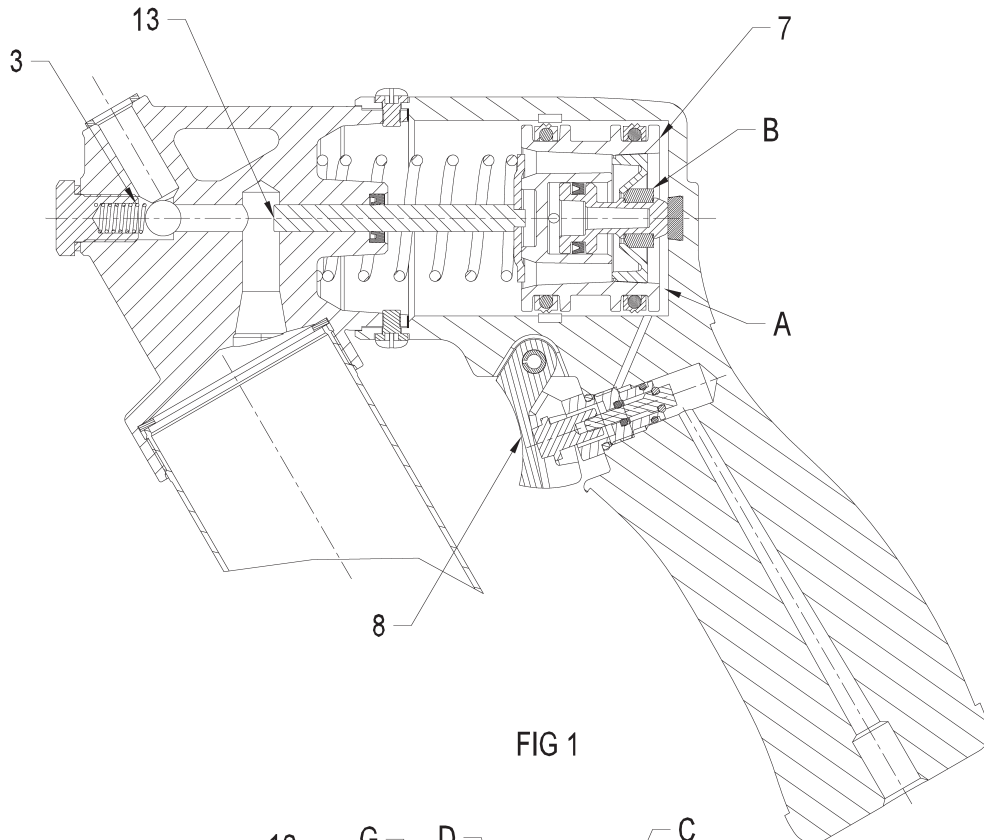
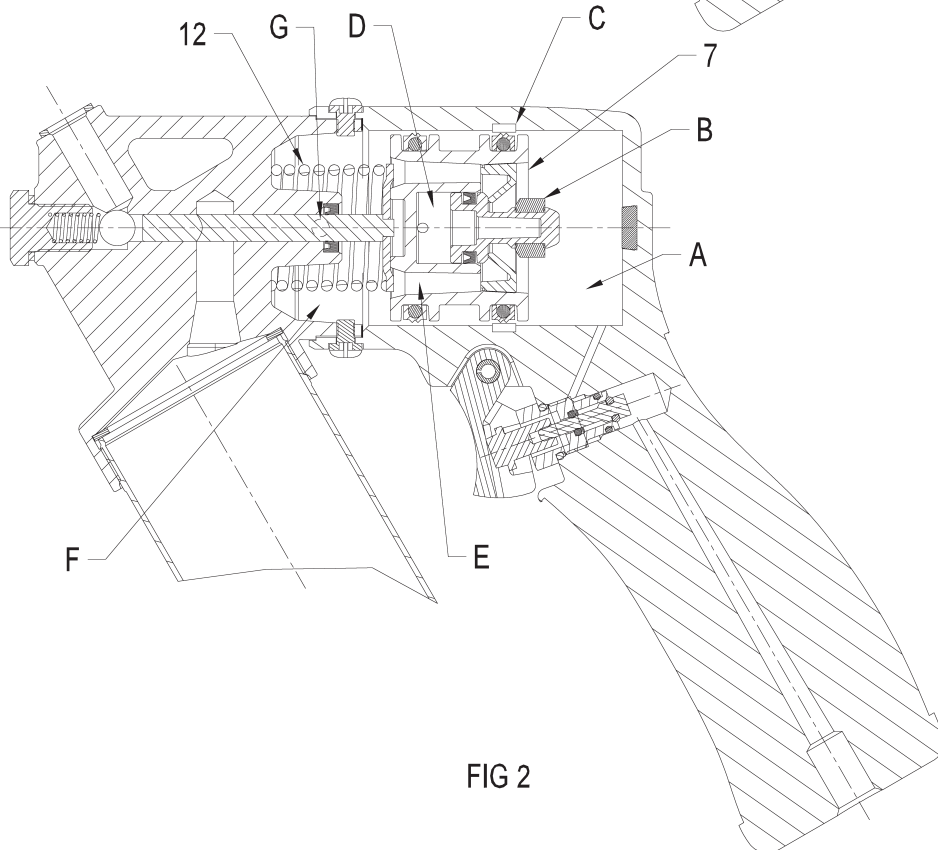

FIG 1
FIG 2
- © Le pistolet est équipé d'une vanne d'étranglement à gâchette. Une légère pression sur la gâchette (8) fait fonctionner le pistolet lentement. Alors qu'une pression plus élevée est appliquée sur la gâchette, la vitesse du pistolet augmente graduellement jusqu'à la vitesse maximale quand la gâchette est pressée à fond. La vitesse maximale du pistolet est limitée pour réduire les problèmes associés à la distribution trop rapide du lubrifiant, endommager les joints de paliers ou les soufflets pare-poussière, par exemple.
Le pistolet fonctionne lorsque la gâchette (8) est actionnée. L'air sous pression arrive dans la chambre A (voir Fig. 1) et pousse le piston (7) par l'intermédiaire du piston (13) vers la gauche. La valve B est fermée. La graisse, sous la pression du piston (13), ouvre la valve (3) et libère une dose de lubrifiant.
Lorsque le piston (7) atteint la rainure de dérivation C (voir Fig. 2), l'air arrive dans la chambre D et ouvre la valve B. La pression pneumatique de la chambre A est relâchée par la valve B et les trous E vers la chambre F qui communique avec l'extérieur par le trou G. La pression de l'air s'équilibre des deux côtés du piston (7) et la force du ressort (12) va ramener le piston dans sa position initiale, rechargeant le pistolet (voir Fig. 1). La valve B se fermera et l'air de la chambre D sera évacué par la rainure de dérivation C vers l'extérieur. Le cycle se répète chaque fois que la gâchette est actionnée.